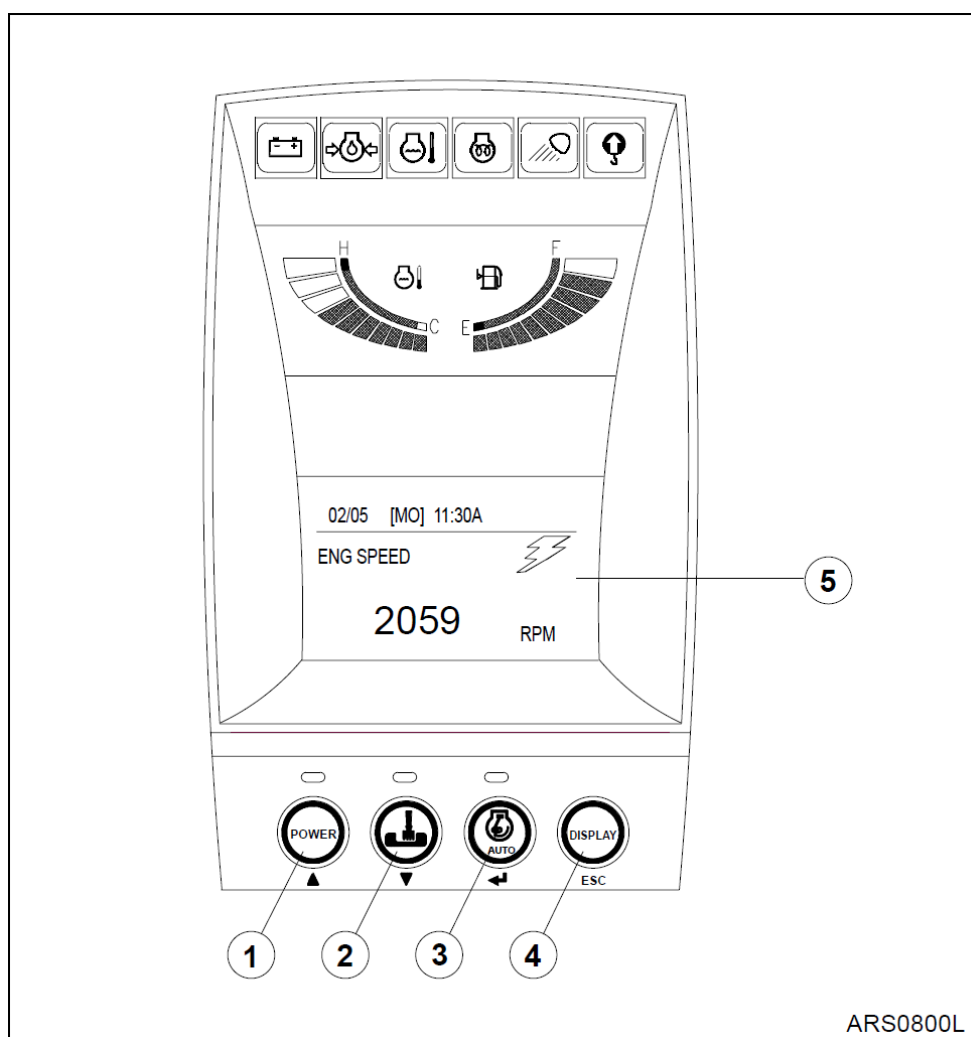

Рис. 12
1. Кнопка со стрелкой вверх (▲, 1 на рис. 12): Перемещает курсор вверх, налево и к предыдущему состоянию экрана.
2. Кнопка со стрелкой вниз (▼, 2 на рис. 12): Перемещает курсор вниз, направо и к последующему состоянию экрана.
4. Кнопка **Escape (ESC)**, 4 на рис. 12): Переводит экран к предыдущему меню или в главное меню.